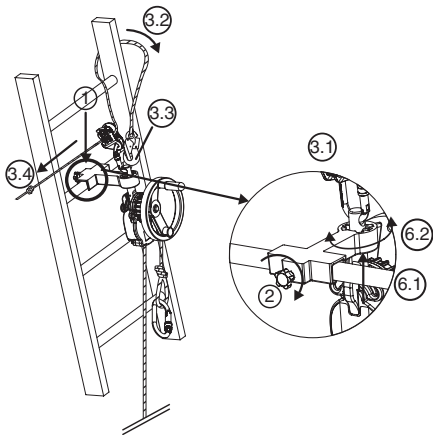

Fig. 7
### 6.3.3. Aparelho Derope™ UP K (Fig. 7)
1. Instalar o pequeno suporte de apoio na barra da escada na posição necessária para efectuar a operação de salvamento, acima da pessoa a evacuar (Fig. 7, 1).
2. Apertar o eixo de bloqueio que se encontra na traseira do suporte de apoio com o botão de aperto (Fig. 7, 2).
- Fixar o mosquetão do dispositivo de ajuste LCM 05 no furo do cimo do eixo de amarração (Fig. 7, 3.1).
- Passar a linga de segurança em volta da barra da escada situada acima do suporte e contornando um dos montantes da escada (Fig. 7, 3.2).
- Ligar o mosquetão da linga de segurança no mosquetão do dispositivo de ajuste LCM 05 (Fig. 7, 3.3).
- Esticar a linga de segurança puxando pelo troço livre (Fig. 7, 3.4).
6. Orientar o aparelho Derope™ conforme a necessidade, modificando a posição do eixo de amarração no dispositivo de indexação (Fig. 7, 6.1 – 6.2).